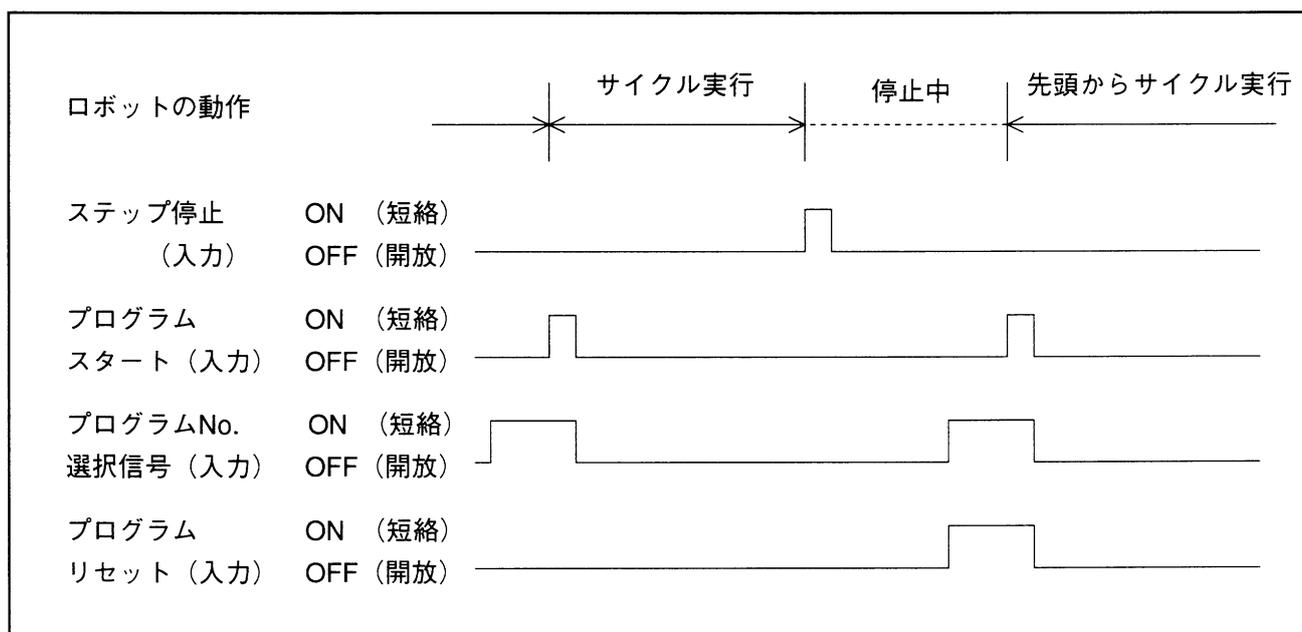

図5-35 プログラムリセット信号の入力条件と動作
(3) 入力条件と動作
①入力条件と動作のタイミングチャートを図5-35に示します。
②プログラムリセット入力はプログラムNo.選択信号と併用し、また、プログラムスタート信号より先に（1ms以上）入力してください。
③ロボットがスタートしてから（プログラムスタートリセットが出力されてから）OFFしてください。
④中断したプログラムNo.と、同じプログラムNo.を先頭から実行する場合にも、プログラムNo.選択信号は必要です。